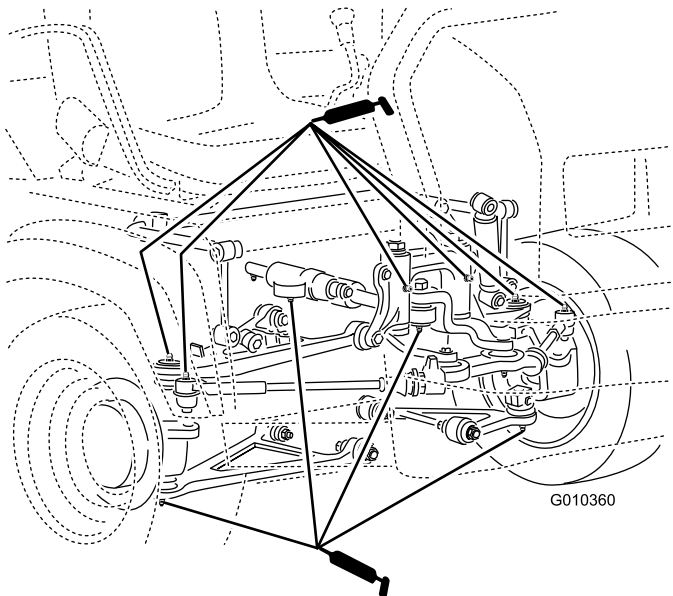

Figura 29
- **Rótulas (4);** consulte Figura 29
- **Barras de ligação (2);** consulte Figura 29
- **Montagens articuladas (2);** consulte Figura 29
- **Cilindro da direção (2);** consulte Figura 29